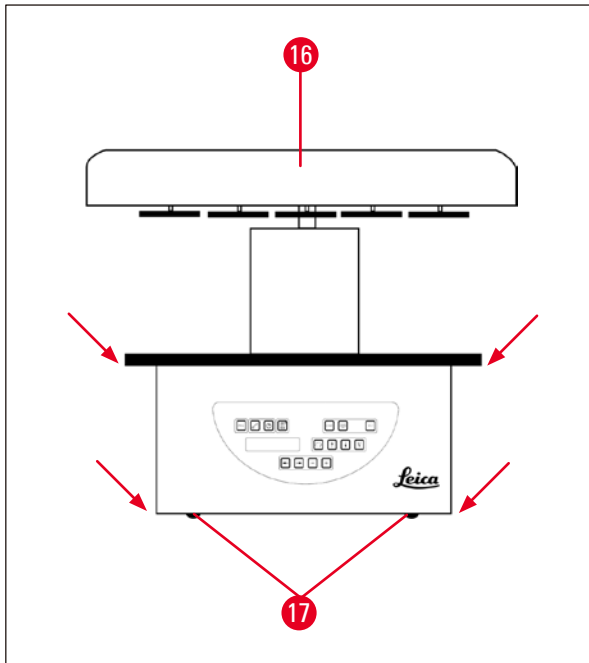

Abb. 12
- Gerät zum Hochheben an der Plattform für die Reagenzienbehälter oder unten am Gehäuse (→ Abb. 12) fassen und von der Grundplatte (→ Abb. 11-10) heben.